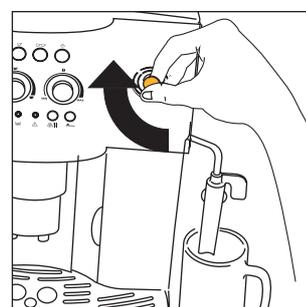
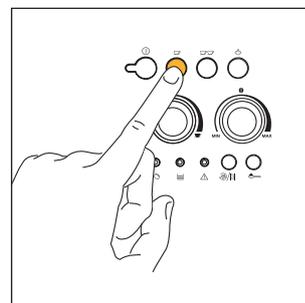
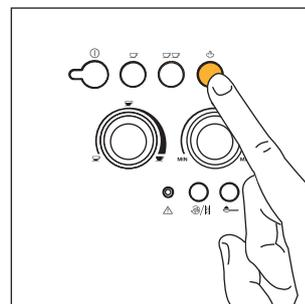
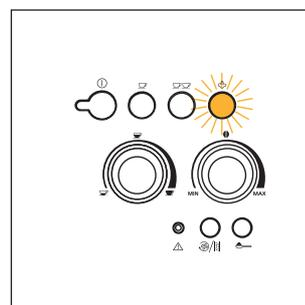

Fig.6
Fig. 12
Fig.21
Fig.22
4. Dopo pochi secondi dal cappuccinatore fuoriesce dell'acqua. Quando la tazza si è riempita di circa 30cc ruotare la manopola vapore di mezzo giro in senso orario (fig.6) fino a fine corsa, in modo da interrompere la fuoriuscita dell'acqua.
- 5) Premere il tasto  (fig. 12) se si vuole fare un caffè oppure il tasto  (fig. 13) se si vuole fare 2 caffè. A questo punto la macchina macina i chicchi, esegue una breve pre-infusione e poi completa l'erogazione nella tazza.
**NOTA 4:** Mentre la macchina sta facendo il caffè, l'erogazione può essere fermata in qualsiasi momento premendo il tasto  (fig. 12) oppure  (fig. 13) precedentemente selezionato.
**NOTA 5:** Appena terminata l'erogazione, se si vuole aumentare la quantità di caffè nella tazza, basta tenere premuto il tasto  (fig. 12) oppure  (fig. 13) precedentemente selezionato fino ad ottenere la quantità desiderata (questa operazione deve essere eseguita entro 3 secondi dal termine dell'erogazione).
- Per interrompere la fuoriuscita di acqua calda, ruotare la manopola in senso orario fino a fine corsa (fig. 6) e riportare il cappuccinatore nella posizione originale verso il centro della macchina. (Si consiglia di erogare acqua calda per non più di 2 minuti di seguito).
- Poi premere il tasto vapore (fig. 21). La spia ☞ (fig. 22) inizia a lampeggiare per indicare che la macchina si sta preriscaldando.
- Raggiunta la temperatura desiderata, interrompere l'erogazione del vapore ruotando la manopola vapore in senso orario fino a fine corsa (fig. 6) e premere il tasto vapore ☞ (fig. 21) per disattivare la funzione vapore.
**NOTA 1:** subito dopo aver preparato il cappuccino e una volta disattivata la funzione vapore premendo il tasto vapore ☞ (fig. 21), se si preme il tasto ☞ (fig. 12) o ☞☞ (fig. 13) per richiedere nuovamente caffè la macchina ha una temperatura troppo elevata per fare il caffè (le spie verdi ☞ e ☞☞ lampeggiano per indicare che la temperatura non è idonea): è necessario attendere una decina di minuti fino a che la macchina si raffreddi un po'.